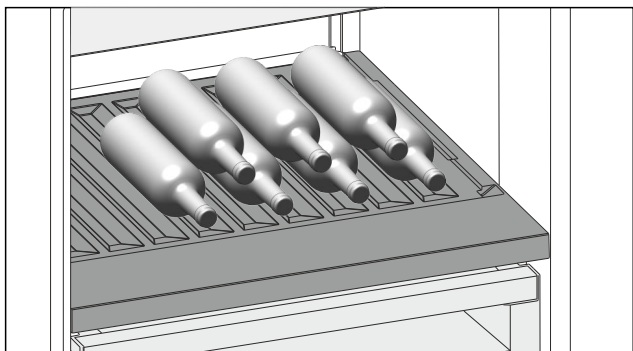

Fig. 110
- ▶ Introduzca las botellas con la base orientada hacia la pared posterior. (consulte Fig. 110)